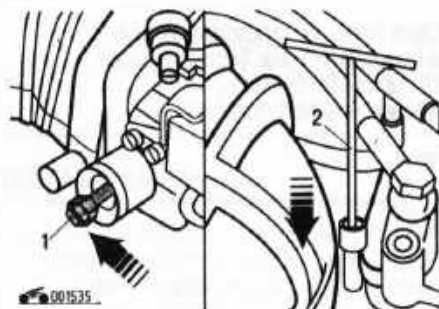

Рис. 4.76. Регулировка оборотов холостого хода и качества (состава) смеси: 1 – винт регулировки холостого хода; 2 – винт регулировки качества (состава) смеси
4. Для изменения частоты вращения коленчатого вала поворачивайте винт 1 (рис. 4.76) регулировки количества смеси. Для регулировки СО поворачивайте винт 2 регулировки качества (состава) смеси. Частота вращения коленчатого вала на холостом ходу должна быть в пределах 950–1050 мин⁻¹.